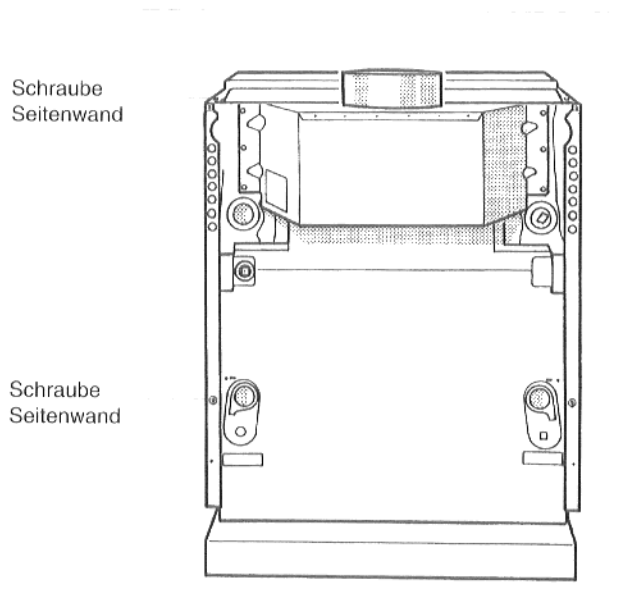

Abb. 13: Kesselrückseite
- Die Seitenwand an der Traverse auf der Kesseloberseite mit einer Blechschraube befestigen (Abb. 13).
- Die Seitenwand an der Kesselrückseite mit einer Blechschraube in der Schnappmutter befestigen (Abb. 13).